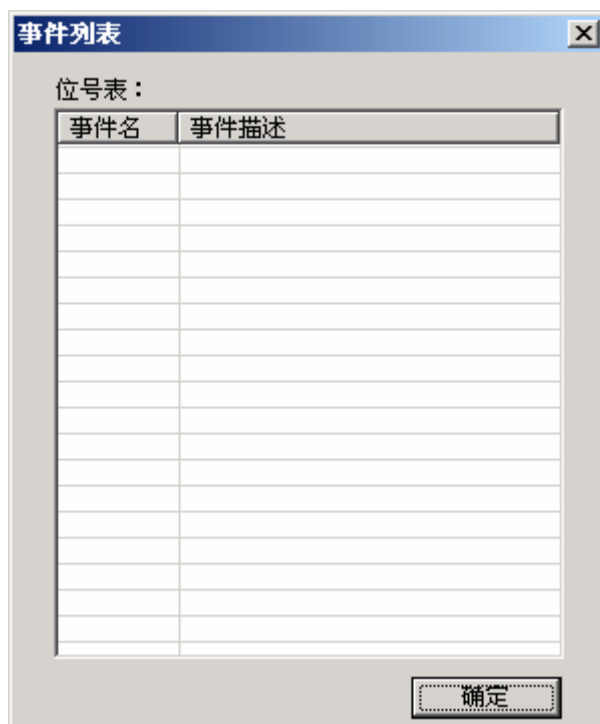

图 3-16 事件列表框
- 事件：控制提取任务发生的条件。点击 ，弹出如图 3-16 所示的事件列表对话框，从对话框中选择事件。